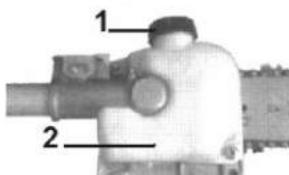

Fig.PP8
1. Coloque la barra de podar sobre una superficie limpia y plana, con el tapón de llenado de aceite orientado hacia arriba. Véase la Fig PP8.